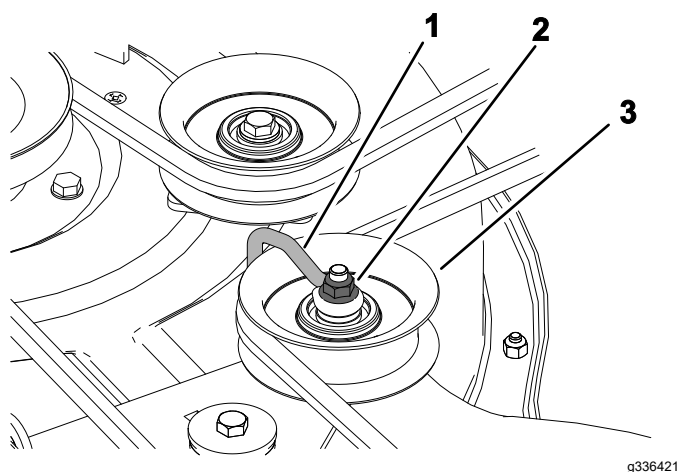

Figuur 54
5. Zet de schroeven los en verwijder de poeliekappen (Figuur 54).